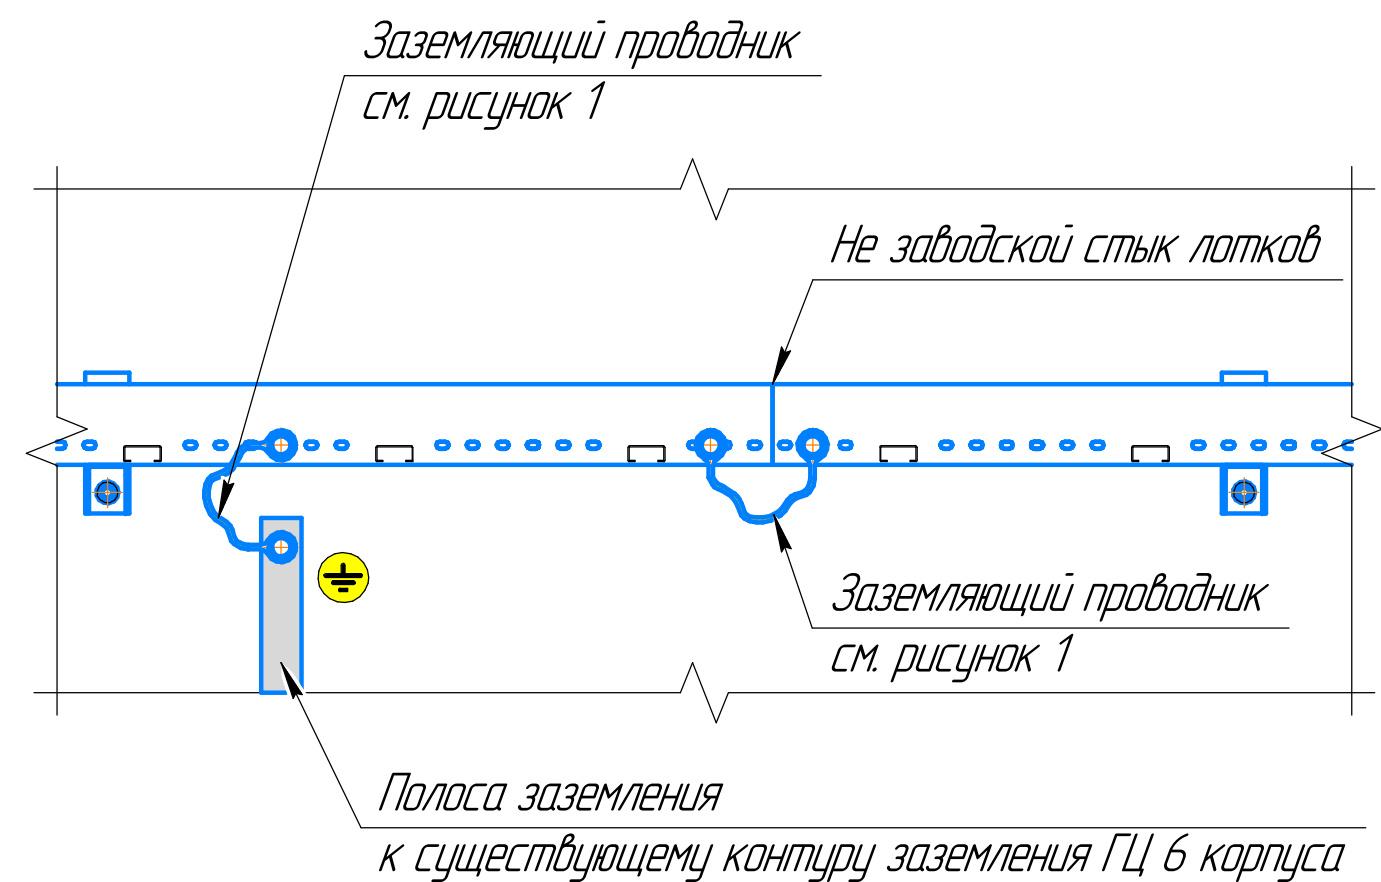

Рисунок 1 – Заземляющий проводник 10 мм²
- Прокладку кабелей через стены и перегородки выполнять в металлической трубе (см. рисунок 1). Трубу нарезать по месту. Край трубы заглушить.
7. Оборудование соединить с контуром заземления заземляющими проводниками (см. рисунок 1). Заземляющие проводники изготовить по месту.